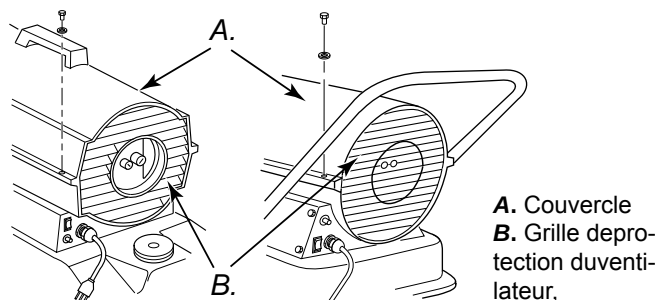

Figure 7-8 – Dépose du couvercle, Modèles.
1. Déposer le couvercle (voir figure 7-8).
1. Retirer le couvercle (voir figure 7-8).